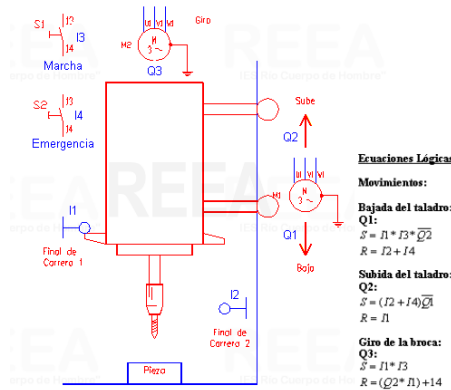

Figura 02. Proceso taladro semiautomático.
5.2 Taladro semiautomático.- Simular el circuito de la figura 02 en Logo Soft Confort, armar el circuito y realizar el programa para solucionar el problema presentado, analizar y explicar el proceso.